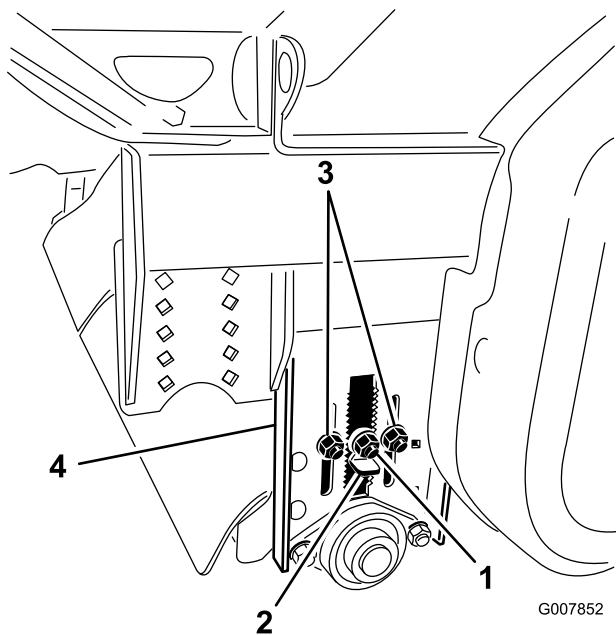

图30
- 调整土芯处理机的水平之前确保捡拾刷和后滚筒高度已调节到正确的剪草高度 图30。如果土芯处理机配备了新滚刷请参看“后滚筒调节表”了解正确的剪草高度设置。